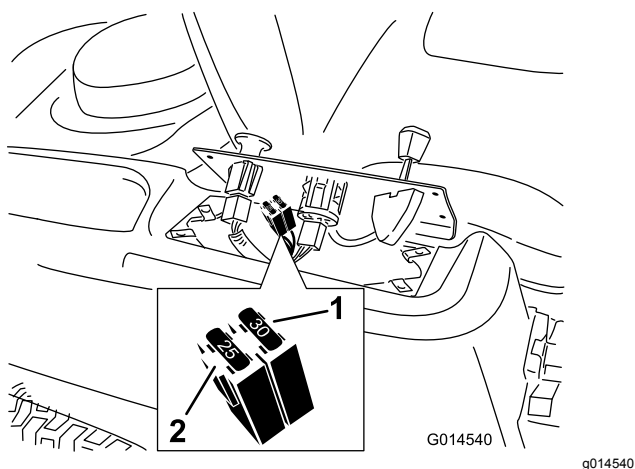

Figure 49
2. Soulevez le panneau de commande pour accéder au faisceau de câblage principal et au porte-fusibles (Figure 49).
3. Pour remplacer un fusible, tirez dessus pour l'enlever (Figure 49).